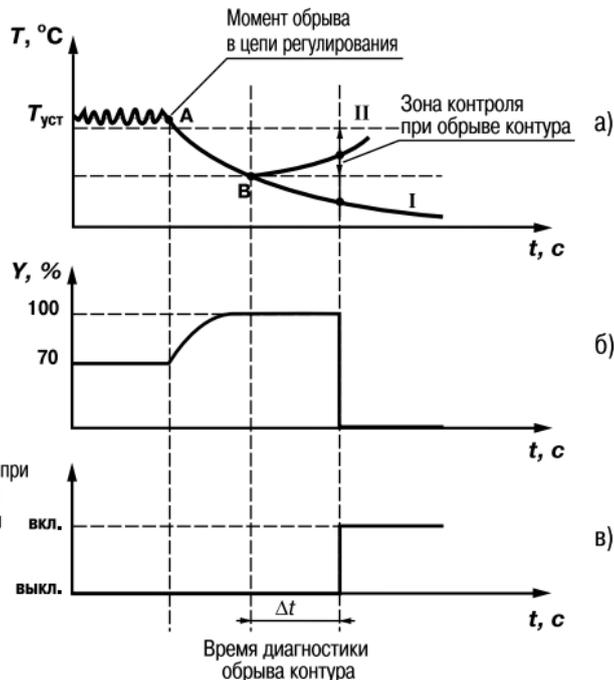

Рис. 13
3.2.8.3.3. Приведем пример срабатывания устройства диагностики обрыва контура (рис. 13).
В точке **A** нагреватель вышел из строя, и температура начинает уменьшаться (рис. 13, а). Регулятор увеличивает выходной сигнал (рис. 13, б), контролируя отклик системы. Поскольку температура продолжает уменьшаться, рассогласование растет, и значение Y достигает 100 %. В момент достижения $Y = 100$ % (точка **B**) прибор начинает отсчет «времени диагностики обрыва контура» Δt .
Если по истечении этого времени температура продолжает уменьшаться, сигнализация срабатывает (кривая I на рис. 13, а). Если температура стала расти, но за время Δt изменение температуры не превысило «ширину зоны диагностики обрыва контура» (кривая II на рис. 13, а), сигнализация также срабатывает (рис. 13, в).